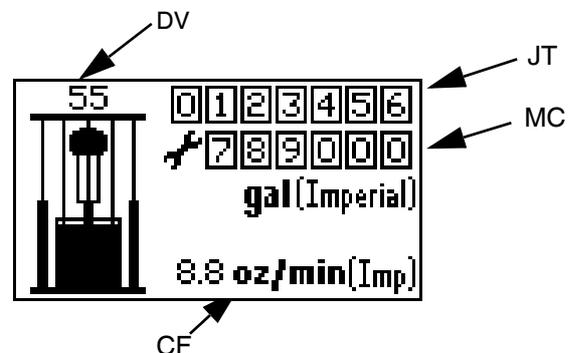

FIG. 19: Pantalla del modo de funcionamiento
3. La pantalla de presentación (FIG. 18) destellará mientras la barra de progreso se llena de izquierda a derecha. Pasará directamente al modo de funcionamiento (FIG. 19).
Vea la FIG. 16 y la FIG. 19.
2. Mientras está en modo de cebado el contador total de trabajo (JT) está en blanco y no recontará. Sin embargo, el contador de mantenimiento (MC) sigue disminuyendo.
3. Cuando instale un bidón nuevo, mantenga pulsada  mientras está en modo de cebado para restablecer el volumen remanente del bidón (DV) al volumen de llenado del bidón (DF).
4. Para salir del modo de cebado, pulse . El símbolo de cebado desaparecerá, el LED dejará de destellar y la pantalla volverá a modo de funcionamiento (FIG. 19).
Si no se pulsa ninguna tecla dentro de un minuto después de acceder a una pantalla de configuración, el sistema volverá al modo de funcionamiento (FIG. 19).
- a. Pulse y suelte  para acceder al modo de diagnóstico desde el modo de funcionamiento (FIG. 19).